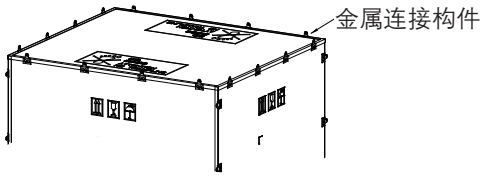
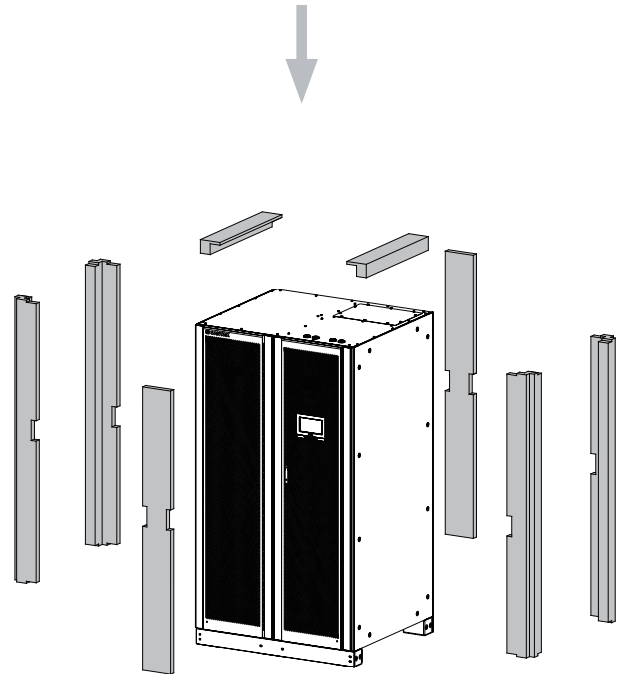

图4-1: 撬开金属连接构件
图4-3: 移除缓冲材
3. 使用钉锤撬开木箱四周的金属连接构件，移除木箱、缓冲材以及防潮袋（图 4-1 ~ 图 4-3）；